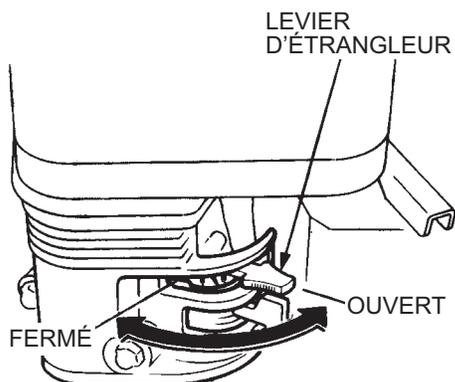

Figure 13. Levier d'étrangleur
3. Placer le levier d'étrangleur (Figure 13) à la position **OUVERT**.